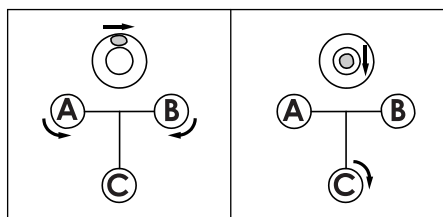

рис.3
3. Выровняйте измерительный инструмент с помощью винтов-ножек 10, чтобы воздушный пузырь находился в центре окошка круглого уровня (рис.3).